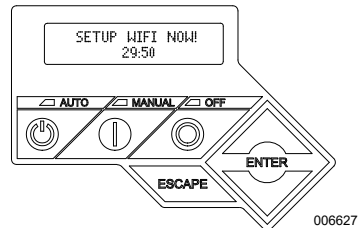

Figure 3-8. Écran de configuration Wi-Fi
3. Voir **Figure 3-8**. Le contrôleur affiche **SETUP WIFI NOW! (CONFIGURER WI-FI MAINTENANT !)** ainsi qu'une temporisation de 30 minutes pour l'établissement de la connexion Wi-Fi.